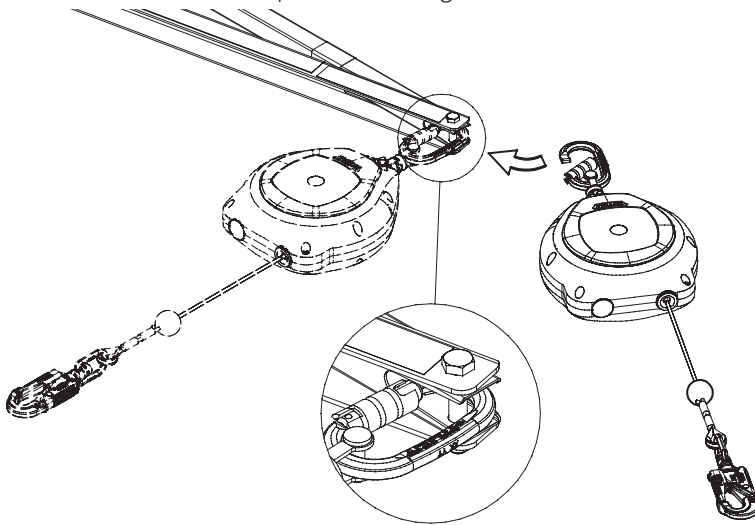

Abbildung 31. Anbringen eines Höhensicherungsgeräts Falcon (6,2 m)
- Im nächsten Schritt wird das Höhensicherungsgerät befestigt. Stellen Sie sicher, dass die Komponente korrekt am SkyReach Anker befestigt und gesichert ist. Abbildung 31 zeigt, wie das Höhensicherungsgerät Falcon (6,2 m) am Ankerpunkt befestigt ist.